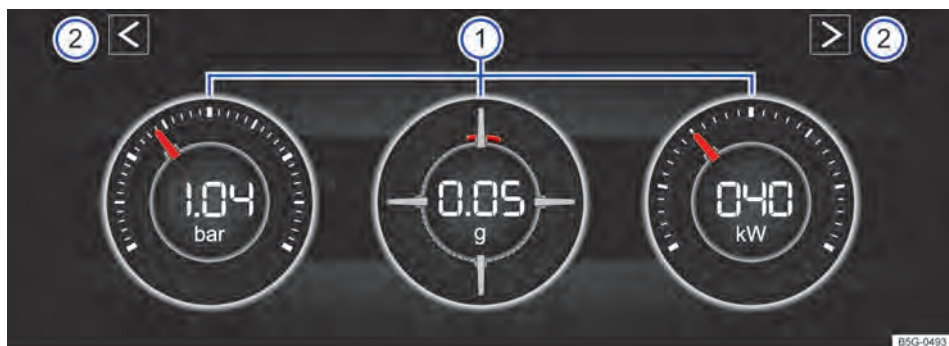
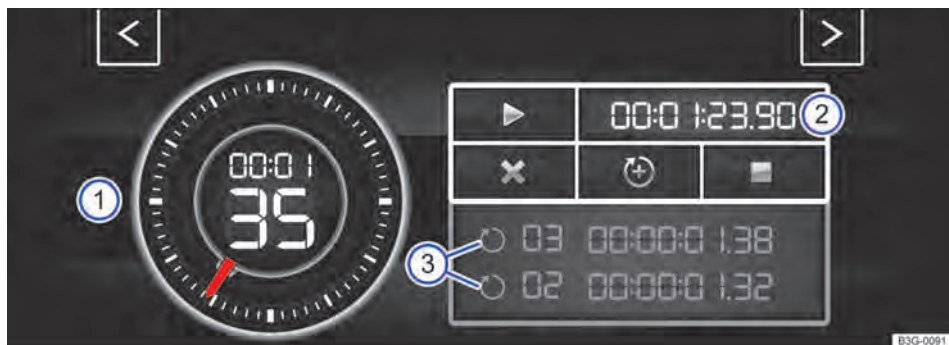
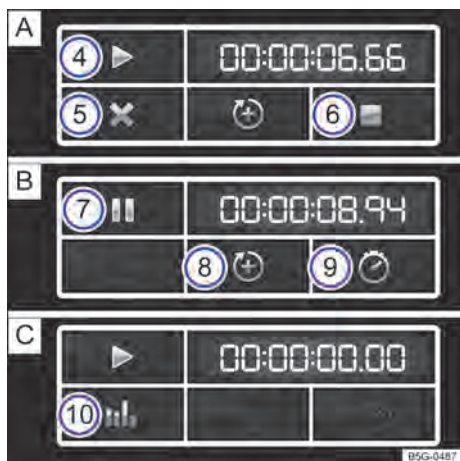

Fig. 25 Na tela do sistema Infotainment: módulo de potência.
Fig. 26 No display do sistema Infotainment: Laptimer com cronômetro, superfície de função e tempos de voltas.
Fig. 27 Superfície de função no display do sistema Infotainment: medição do tempo na volta **A** parada, **B** em execução e **C** concluída.
Se você desejar alternar entre o módulo de potência e o Laptimer → Página 37 tocar numa das teclas de seta à esquerda e à direita acima dos instrumentos em → Fig. 25 ②.
Legenda para Fig. 25:
O display pode exibir, no máximo, 3 instrumentos simultaneamente. Cada um dos instrumentos pode ser selecionado para cada uma das áreas de exibição → Fig. 25 ① (esquerda, central, direita).
- **Indicação da pressão de carga:** a indicação da pressão de carga → Fig. 25 ① (à esquerda) exibe a pressão no circuito do ar de sobrealimentação entre o turbocarregador e o motor (na unidade “bar”). Quanto mais o ponteiro ficar à direita na escala, maior será a potência que o motor desprenderá.
- **Medidor de aceleração (G-Meter):** o medidor da aceleração (G-Meter) → Fig. 25 ① (central) indica na área central o valor da aceleração (na unidade “g”). A marcação vermelha na área disposta em tela indica a intensidade da aceleração e a direção da força que atua (conforme os princípios físicos contrários). Se você, por exemplo, conduzir para a esquerda, a marcação vermelha do instrumento se moverá na área direita do instrumento (e vice-versa). Ao acelerar, a marcação vermelha se moverá para baixo. Ao frear, a marcação vermelha se moverá para cima. A intensidade da aceleração é indicada pela posição da marcação vermelha de dentro para fora. Se a aceleração aumenta, a marcação vermelha é excluída da área central.
- **Indicação de potência:** a indicação de potência → Fig. 25 ① (à direita) exibe a potência do motor atualmente utilizada como valor digital e na escala adjacente (em kW).
Legenda para → Fig. 26 e → Fig. 27:
- No módulo de potência, tocar numa das teclas de setas → Fig. 25 ② para ir para o Laptimer.
Com os botões de seta → Fig. 25 ② ou → Fig. 26 você pode alterar a qualquer momento entre Laptimer e módulo de potência.